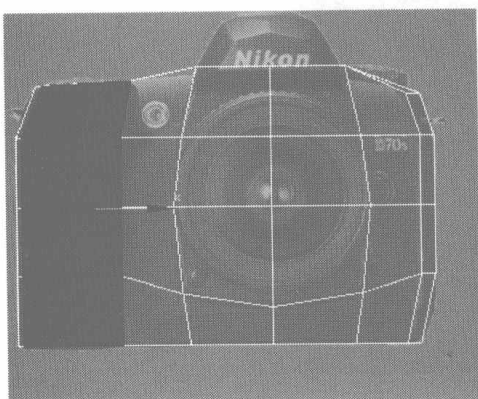
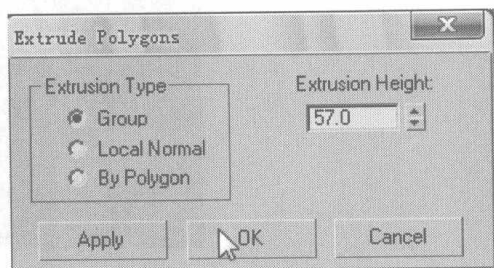
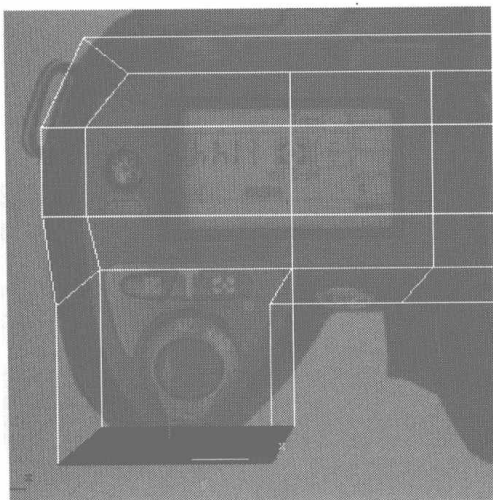

图 6.10
图 6.11
图 6.12
- 07** 切换为面编辑，在 Front 视图中选择如图 6.10 所示的面，在 Edit Polygons 卷展栏中单击 右侧的小按钮，在弹出的对话框中设置挤压参数，如图 6.11 所示，在 Top 视图中挤压出如图 6.12 所示的